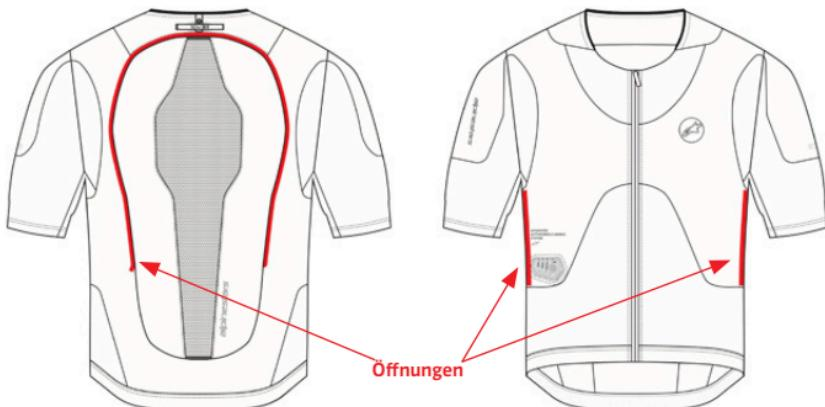

Abbildung 24: Basisschicht (1) Öffnungen
2. Lösen Sie den Rückenprotektor (4) - Lösen Sie den Klettverschluss am oberen Teil des Rückenprotektors (4) und trennen Sie den Rückenprotektor (4) von der Basisschicht (1).
3. Lösen Sie den Airbag (11) - Lösen Sie durch die hintere Öffnung alle 12 Verbindungsschläufen, die den Airbag (11) mit der Basisschicht (1) im hinteren Teil des Systems und im Bereich der Ärmel verbinden. Verwenden Sie für den Zugang zu den Verbindungsschläufen im vorderen Teil des Systems die beiden Öffnungen an den Seiten der Innenseite des Kleidungsstücks. Die Öffnungen befinden sich an den Seiten des Systems direkt unter dem Achselbereich, wie in Abbildung 24 dargestellt. Entfernen Sie den Airbag (11) vollständig von der Basisschicht (1).